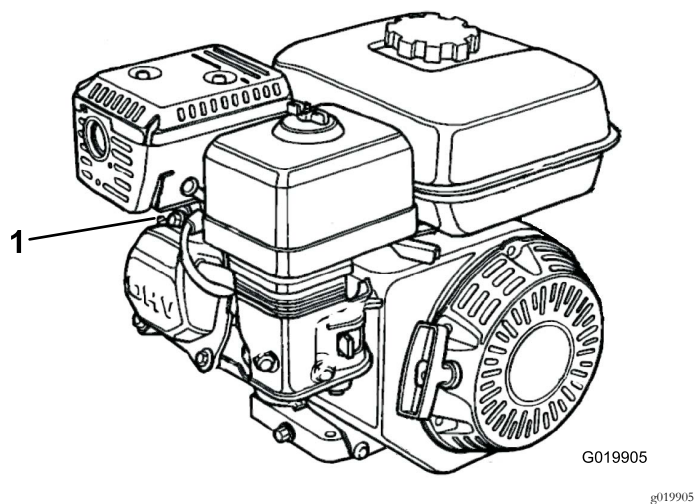

図 33
1. 点火プラグについている点火ケーブルを取り外す 図 33。